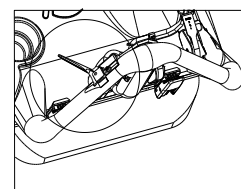

Fig. 15
2. Premere la leva della frizione contro il manubrio per inserire la trazione (v. Fig. 15).